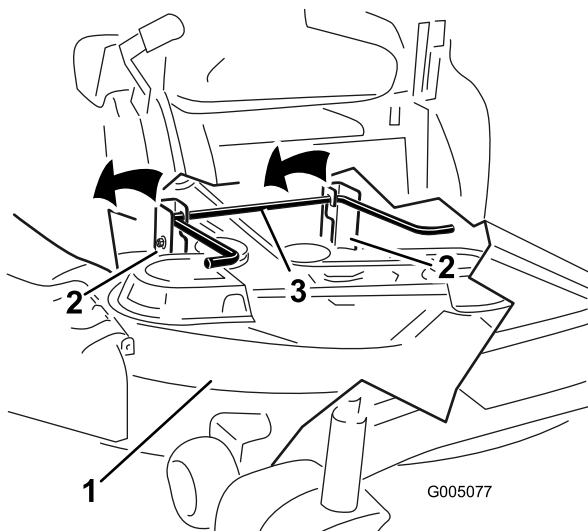
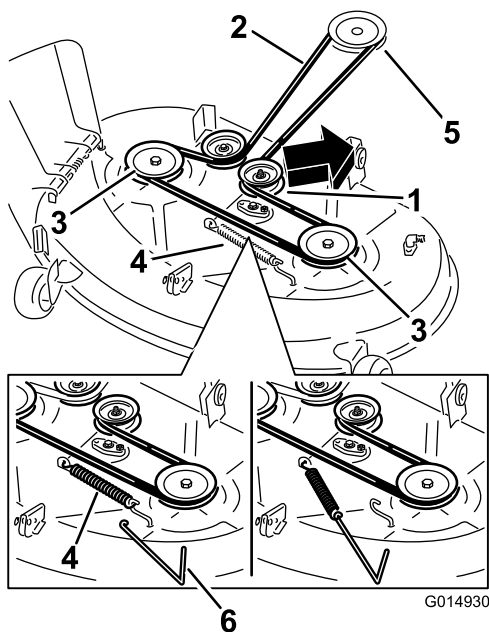
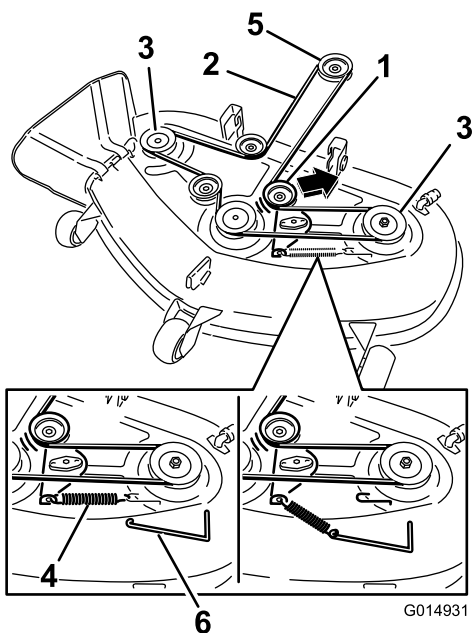

Figura 57
Figura 58
Figura 59
5. Usando las asas de la carcasa de corte, eleve la carcasa de corte y separe ésta y las pletinas de suspensión de la varilla de elevación trasera; luego baje el cortacésped con cuidado al suelo (**Figura 57** y **Figura 59**).
4. Usando una herramienta para la retirada de muelles (Pieza Toro N° 92-5771), retire el muelle tensor del gancho de la carcasa para eliminar la tensión de la polea tensora, y retire la correa de las poleas (**Figura 58** y **Figura 59**).
5. Pase la correa nueva alrededor de las poleas del motor y del cortacésped (Figura 59).
6. Usando una herramienta para la retirada de muelles (Pieza Toro N° 92-5771), instale el muelle tensor sobre el gancho de la carcasa y tense la polea tensora y la correa (Figura 58 y Figura 59).
5. Eleve la parte trasera de la carcasa de corte y coloque los soportes sobre la varilla de elevación trasera (Figura 57).